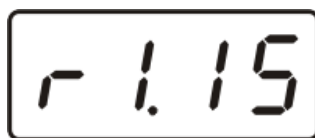

Рисунок 5.1 Индикация версии внутреннего программного обеспечения
- 5.6** При включении газоанализатора на его экране индицируется версия внутреннего ПО, см.Рисунок 5.1.